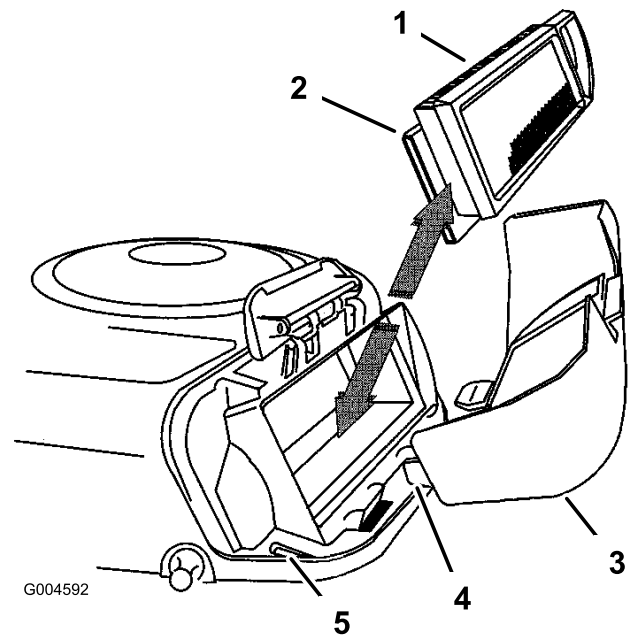

Figure 24
5. Sortez avec précaution les éléments en papier et en mousse du carter de ventilateur (Figure 24).
3. Accrochez la poignée sur le couvercle et appuyez dessus pour verrouiller le couvercle en place (Figure 24).